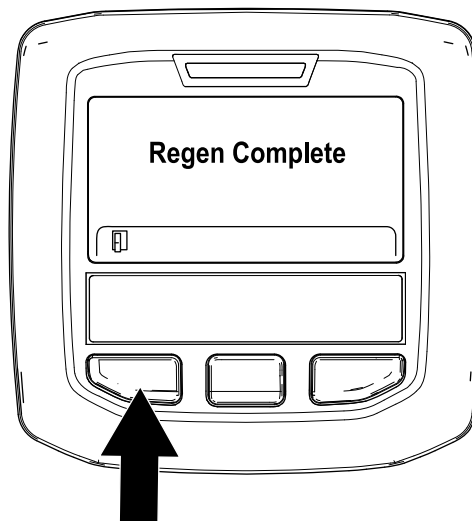

Figura 51
- A regeneração em estacionamento está concluída quando a mensagem “Regen Complete” (Regen. completa) surge no InfoCenter. Prima o botão esquerdo para sair para o ecrã inicial (Figura 51).